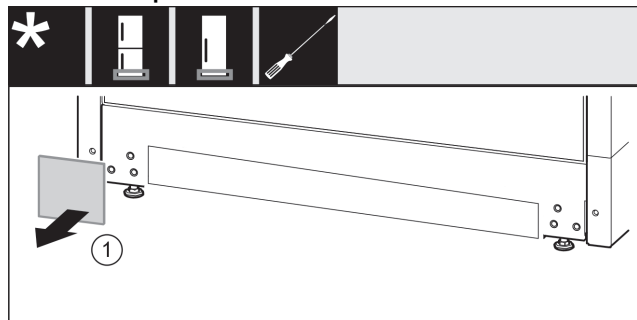

Fig. 13
- ▶ Retire la cubierta. Fig. 13 (1)